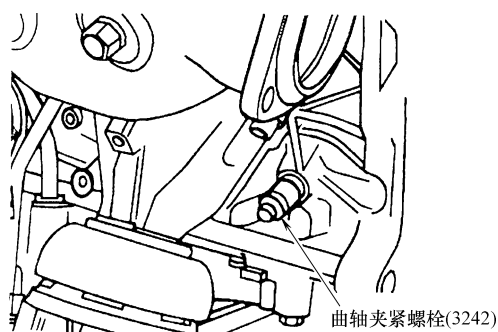

图 1-28 拧入曲轴夹紧螺栓
9) 从发动机缸体左下侧拆卸密封塞, 曲轴上的上止点孔必须位于密封塞孔后, 在密封塞孔内拧入曲轴夹紧螺栓 (3242), 如图 1-28 所示。